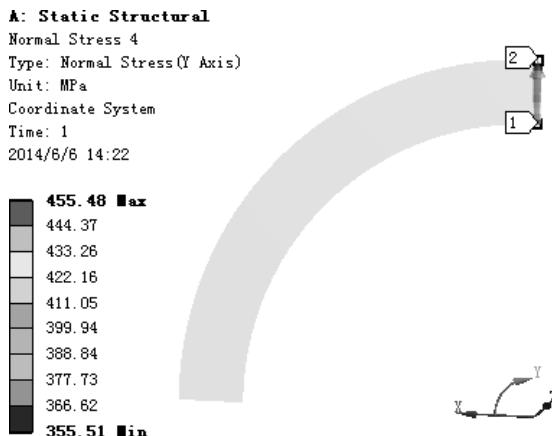
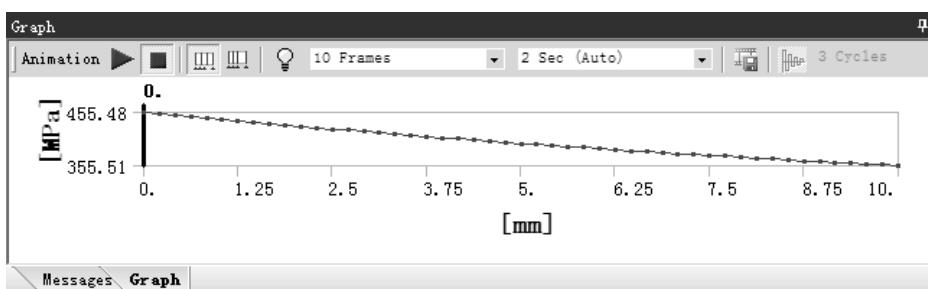

图 7.5.33 切向应力 (路径 Path) 结果图解
图 7.5.34 切向应力 (路径 Path) 图表
(6) 查看沿路径 Path 切向应力结果图解。在“Outline”窗口中选中 Normal Stress 4，查看图 7.5.33 所示的切向应力 (路径 Path) 结果，其最小应力为 355.51 MPa，最大应力为 455.48MPa；在“Graph”窗口中显示图 7.5.34 所示的路径图变化情况。